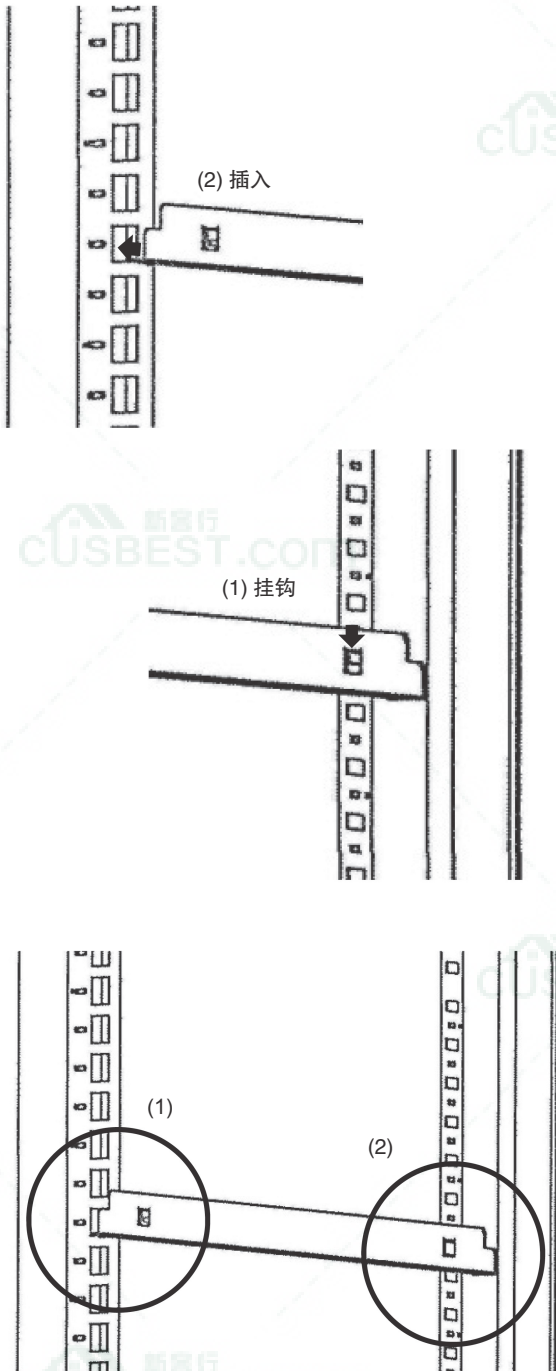

图 8
- \* 若要安装导轨，(1)请将导轨挂钩向后推入后层板立柱上的方孔，(2)然后将导轨挂钩向下推入前层板立柱上的方孔。若要拆下导轨，请按照与上述相反的步骤操作。参见图8。